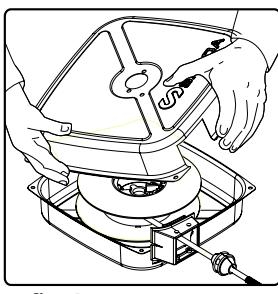

fig. 4c
3. Die 4 Schrauben, die die Deckel verbinden, lösen und Deckel mit Halter entfernen (Bild 4c und 5c).